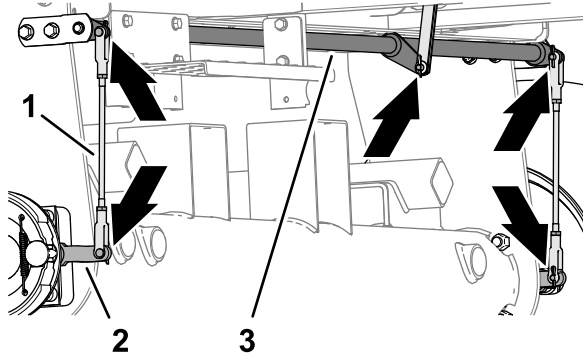

図 84
1. 左右のブレーキロッドアセンブリ図84に破損や摩耗がないか点検する。
2. ブレーキのピボットシャフト図84に摩耗や破損がないか点検する。